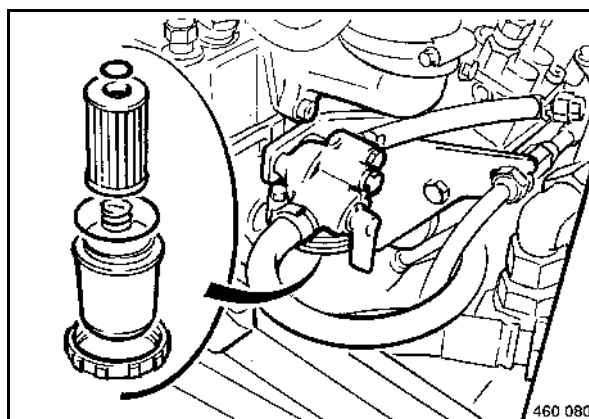

fig. 118
- Dévisser le pot du filtre (fig. 118).